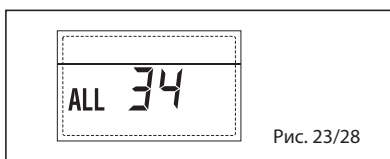

Рис. 23/28
– НЕПОЛАДКА СВЯЗИ ПЛАТЫ RS-485 И ПЛАТЫ RS-485 “ТРЕВ 35” (рис. 23/29)